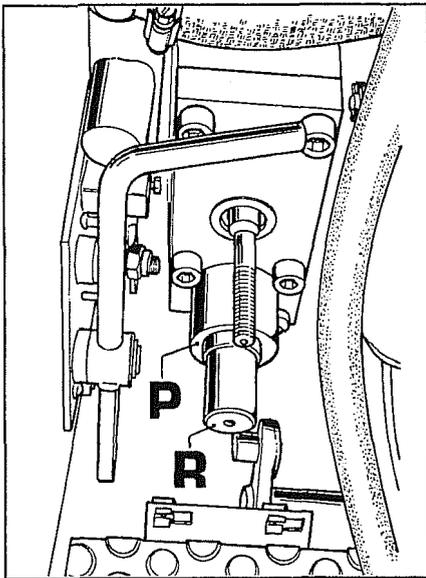

Abb. 17
c. Auf der Platte die Buchse **P** mit dem Innendurchmesser 29 mm anbringen, dann den Zentrierdorn **R** (Abb. 17) einstecken.